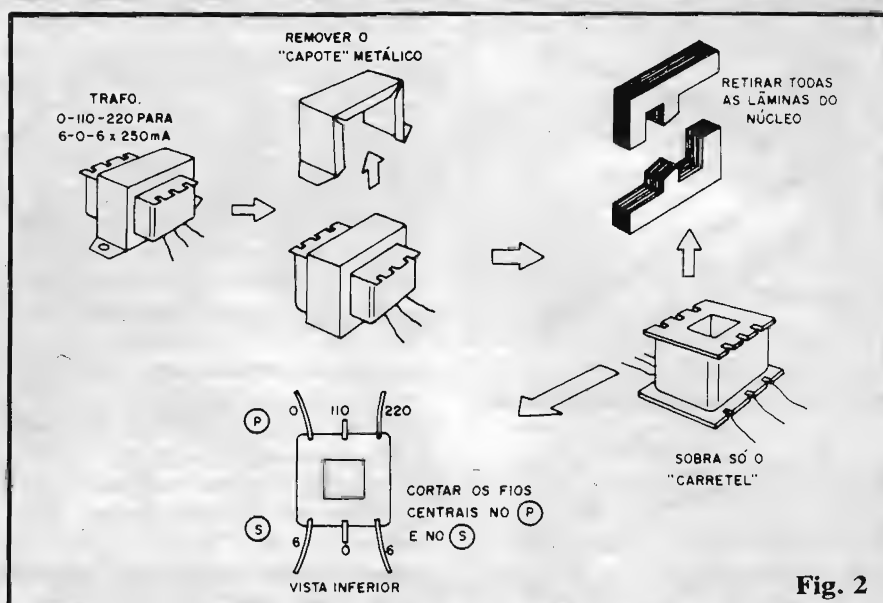

Fig. 2
- FIG. 2 - O transformador utilizado no DEMP, tanto para a realimentação indutiva, quanto para o
dos terminais 0-110-220V) virado para o lado do capacitor, e seu **secundário** "S" (terminais originais de 6-0-6V) posicionado próximo ao transistor... Observem ainda que sequer existem furos e ilhas para as ligações dos terminais centrais de ambos os enrolamentos (já devidamente "amputados", conforme mostra o item final da fig. 2...). Os pontos marcados com "F-F" destinam-se à conexão do alto-falante, enquanto que os (óbvios) pontos "+" e "-" servem para a ligação do **positivo** e **negativo** da alimentação. Os detalhes das ligações externas à placa estão na próxima figura... Retornando ao "papo" sobre o transformador, notem que, depois de "desnudado", o dito componente fica suficientemente leve para que sua fixação à placa se dê unicamente pela própria soldagem dos seus fios/terminais! Convém, apenas, que os fios sejam cortados curtos, de modo que o "corpo" do carretel repouse bem junto à superfície da placa, ficando aí preso mesmo sem o auxílio de parafusos, porcas, etc. Quem quiser uma fixação bem "segura", poderá simplesmente aplicar um